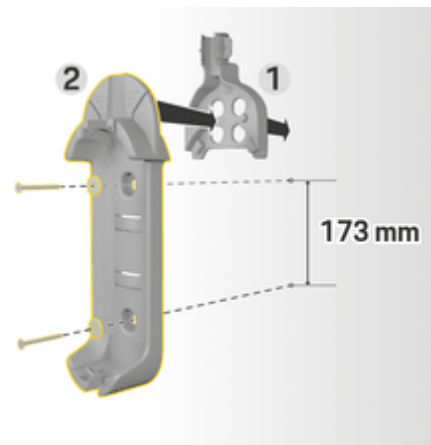

図. 3: 穴あけ寸法
3. ウォールマウントベース 2 (図. 3) を手前からケーブルガイド 1 (図. 3) に押し込んでください。